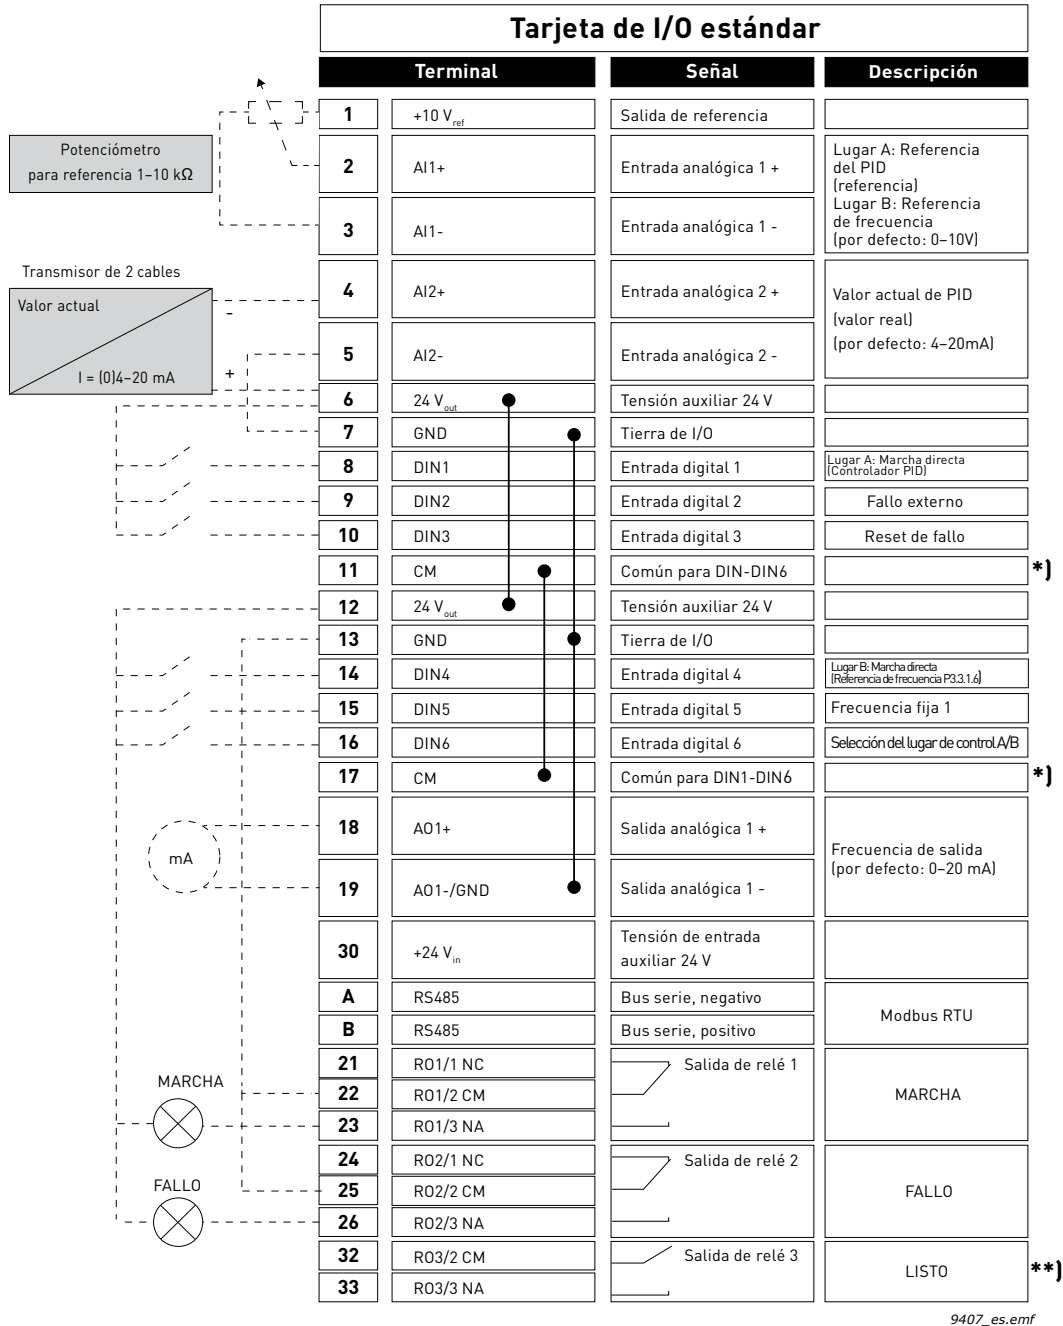

Figura 7.
**) Figura 7. Muestra el convertidor estándar. Si se hace el pedido con el código de opción +SBF4, la salida de relé 3 es sustituida por una entrada de termistor. Consulte el *Manual de instalación*.